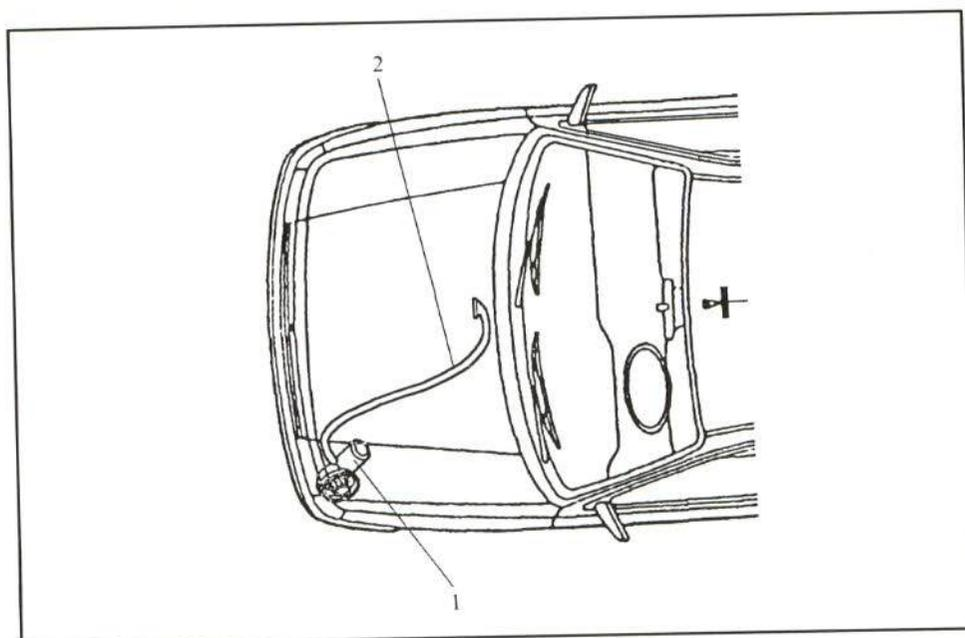

FIGURA 6.—Aireación del colector de admisión.
El Renault Clio posee un sistema peculiar para refrigerar el colector de admisión (figura 6). Consiste en una bomba de aire (1) que, mediante un manguito (2), insufla aire al colector de admisión desde la parte posterior. Sin duda, este sistema mejora la ventilación de un motor que se ha alojado en un hueco reducido con el fin de hacer más espacioso el habitáculo de pasajeros.